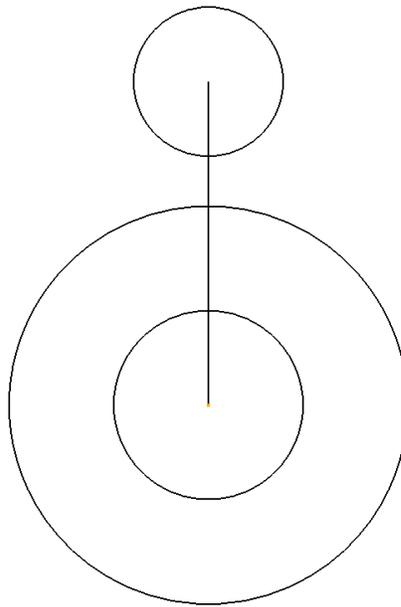

Figura 2.48 Geometría construida.
- Crear un arco completo (círculo) , con , con centro en el extremo superior de la línea de construcción (Figura 2.48), pulsar Esc.